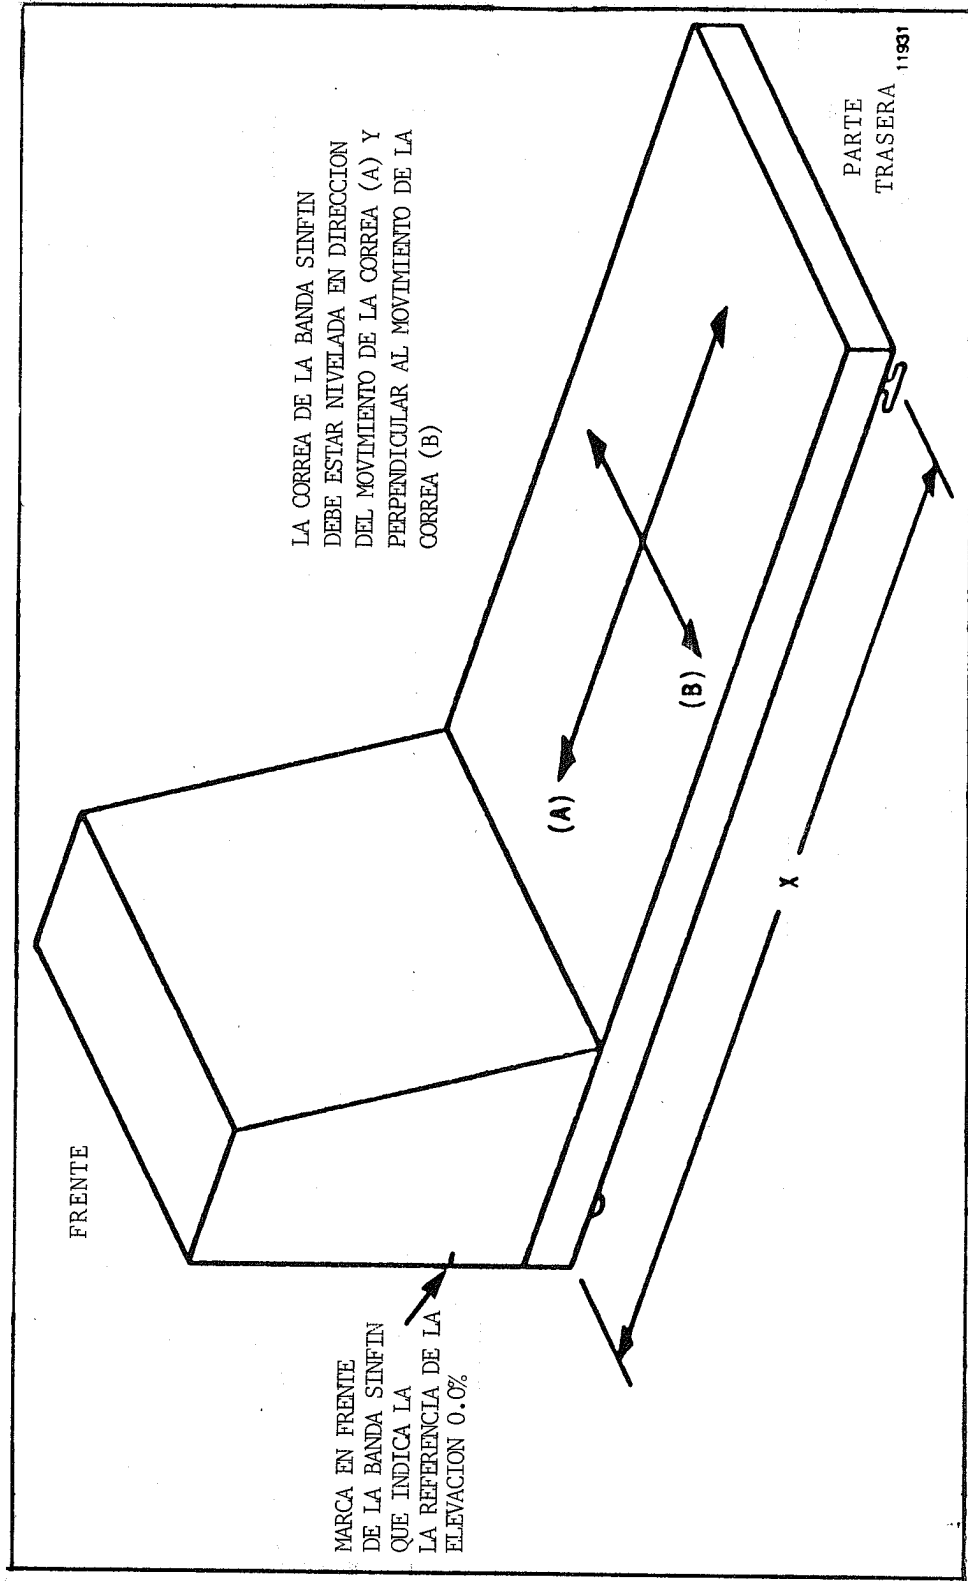

Figura 1
- c. Utilizando un nivel de carpintero (nivel de burbuja), verifica si la superficie de la correa se halla nivelada en dirección del movimiento de la correa y perpendicular al movimiento de la correa (véase Figura 1). Si es necesario, utiliza cuñas debajo de las ruedas delanteras o ajusta la base ajustable para poder nivelar la banda sinfín.
- a. Mide la distancia desde el trasero de la banda sinfín (punto de pivote) hasta el frente de éste (véase Figura 1). Refiere esta distancia como "X". Registra la data en la Hoja Para los Cálculos de Calibración.
- b. Desde el frente de la banda sinfín, lo mas cerca posible de la distancia "X" y fuera de la parte trasera de la banda sinfín, mide desde el suelo hacia arriba 12 pulgadas y marca un punto sobre el abenque de la banda sinfín (véase Figura 1). Este punto es la referencia de la elevación 0.0%.